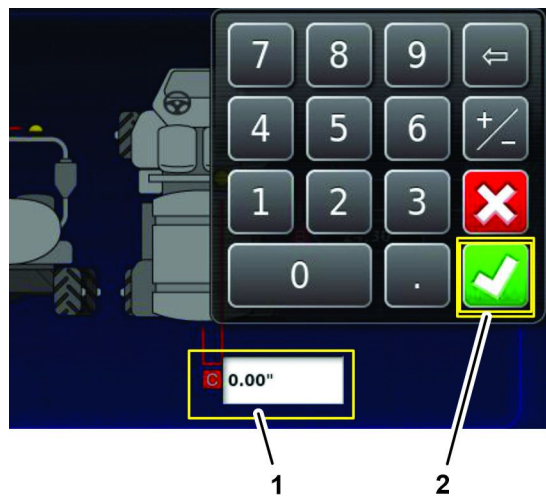

Figure 191
1. Icône axe d'essieu arrière et centre du récepteur satellite (B)
3. Appuyez sur l'icône axe de la machine et centre du récepteur satellite (C), puis utilisez le clavier virtuel pour saisir la mesure que vous avez notée sur la fiche de géométrie du véhicule à la section Mesure de la géométrie du véhicule \(page 87\), et appuyez sur l'icône de confirmation (Figure 191).